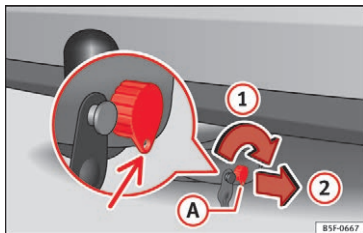
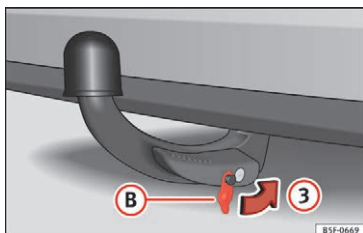

Fig. 227 Spærring af lås
Fig. 228 Påsætning af dækkape på lås
- Drej nøglen (A) i pilens retning (1), indtil den del af nøglen, hvori der er et hul, er placeret nederst » Fig. 227.
- Træk nøglen ud i pilens retning (2).
- Sæt afdækningen (B) på låsen i pilens retning (3) » Fig. 228 » 1.